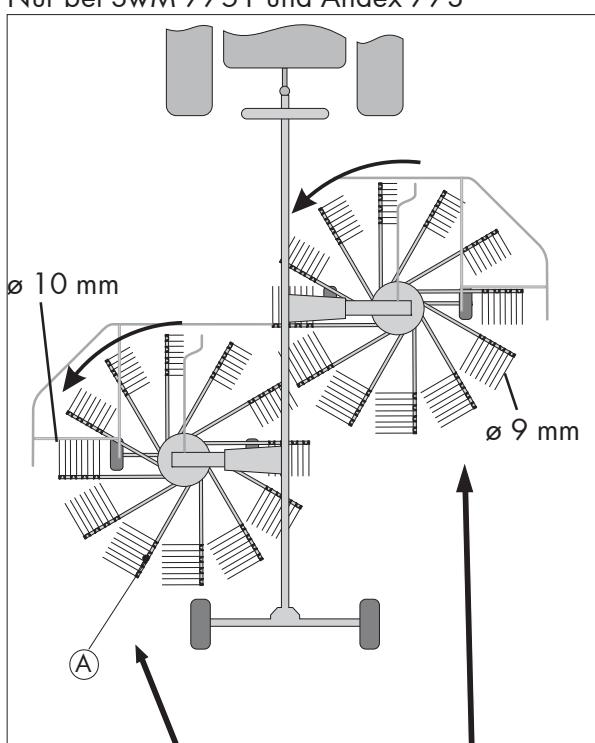

Bild 2-10
Die Zinkenträger des hinteren Kreisel sind mit einem Aufkleber (A) markiert (Bild 2-10).